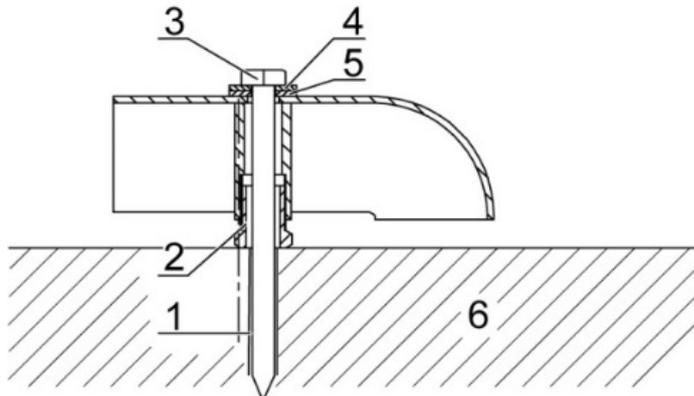

Abbildung 10 Befestigungselemente.
- ⇒ CHM 8k mit den mitgelieferten Scheiben und Befestigungsschrauben (siehe Abbildung 10) auf dem Betonfundament zunächst locker vormontieren.